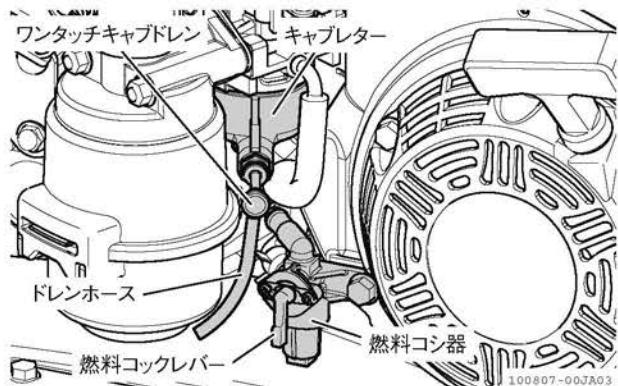

図4-13 燃料の抜きかた
2. ワンタッチキャブドレンを引いて、キャブレター内の燃料を抜きます。（図4-13）
3. 燃料が全部抜けたら、ワンタッチキャブドレンを放します。（図4-13）